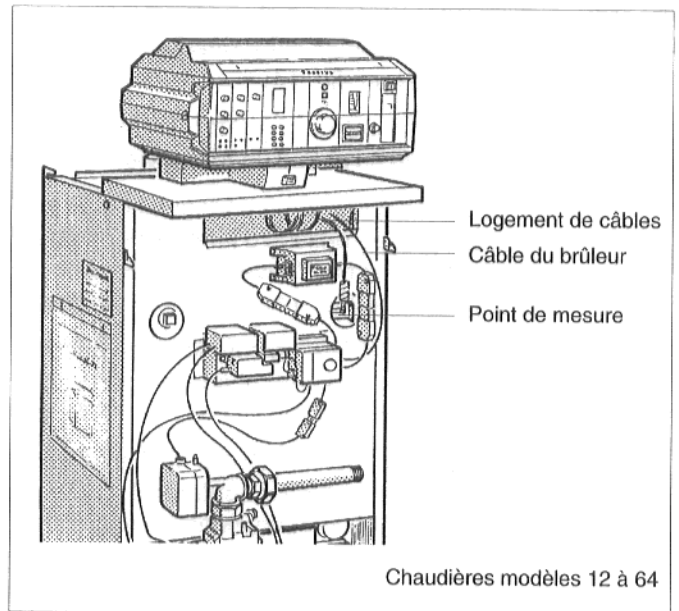

Fig. 11
- Faire ressortir les tubes capillaires de la sonde thermostatique et, en cas de régulation "Ecomatic", la conduite de sonde thermique de l'aquastat chaudière, de l'ouverture du capot avant de la chaudière par le logement de câbles (fig. 11), sur le devant de la chaudière.
- Dérouler les tubes capillaire et, en cas de régulation "Ecomatic", la conduite de sonde jusqu'au point de mesure (fig. 11).
- Amener le câble du brûleur (fig. 11 et 12) jusqu'à l'appareil de régulation en le faisant passer par le logement de câbles et l'ouverture du capot avant de la chaudière. Installer les connecteurs multiples conformément au schéma de connexion.